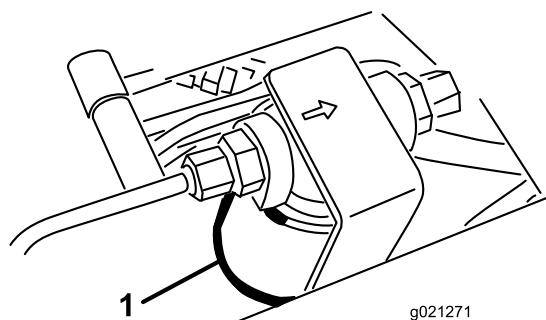
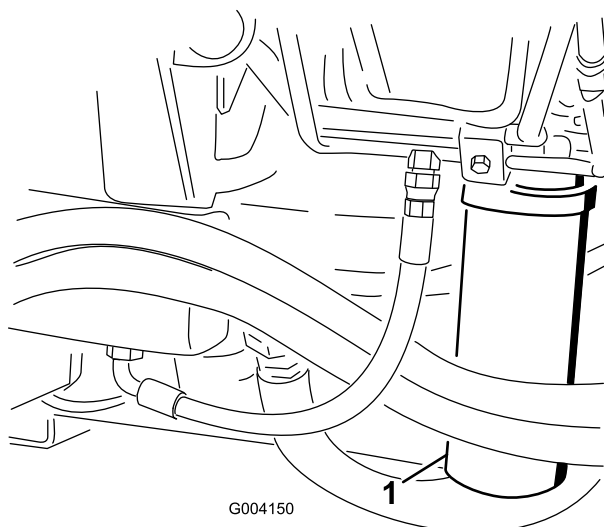

Figura 104
Figura 105
2. Limpe a área à volta da área de montagem do filtro e coloque um recipiente de drenagem por baixo do filtro (Figura 104) e (Figura 105).